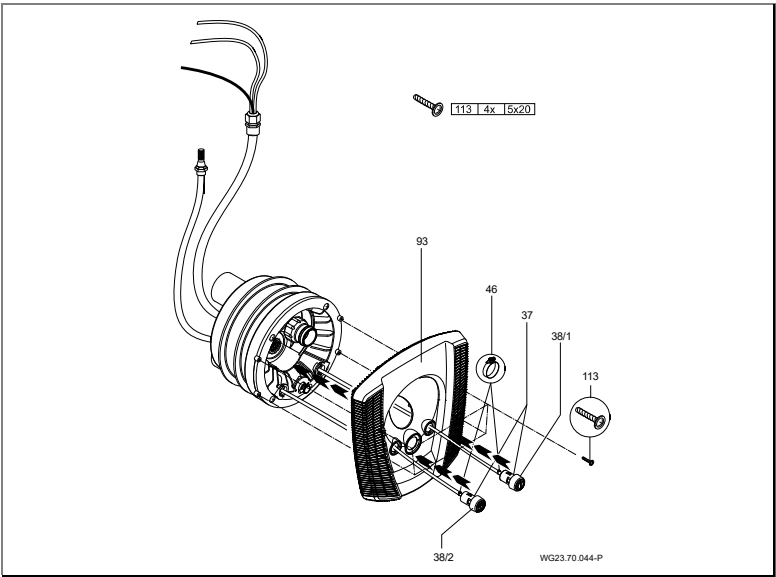

Abb. 17
6. Pneumatikschläuche durch die Öffnung in der Blende (93) führen; Licht EIN/AUS links; Pumpe EIN/AUS rechts; und an den entsprechenden Tastern mit den Schlauchklemmen (46) befestigen. (Abb. 17)